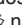

Fig. 93 No compartimento do motor: tampa do reservatório de água dos lavadores dos vidros.
- O reservatório de água dos lavadores dos vidros pode ser reconhecido pelo símbolo  na tampa ⇒ Fig. 93.